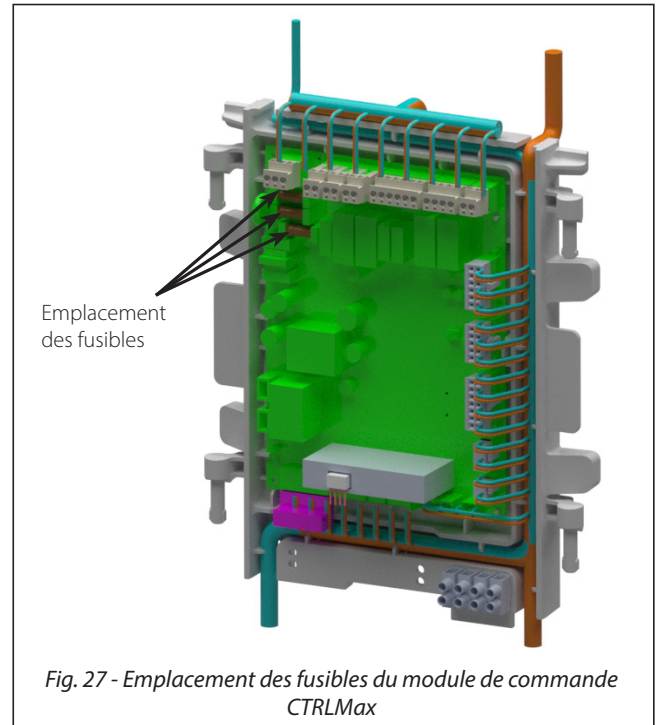

Fig. 27 - Emplacement des fusibles du module de commande CTRLMax
- Le module de commande CTRLMax contient 3 fusibles internes remplaçables de 5 A, comme l'illustre la *Fig. 27 ci-dessous*.